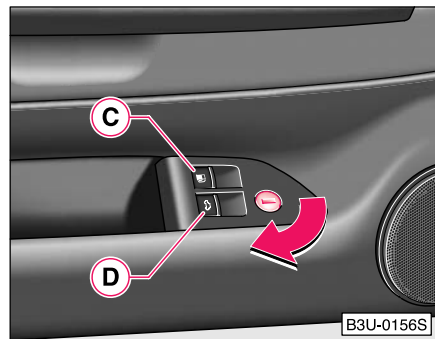

Fig. 24 Ușa conducător auto: manete deschidere capac portbagaj și capac rezervor combustibil
- Trageți maneta deschidere capac rezervor combustibil **C** ⇒ Fig. 24.
- Trageți maneta deschidere capac portbagaj **C** ⇒ Fig. 24.
- Rotiți cheia principală sau cea de urgență în yală, în direcția indicată de săgeată ⇒ Fig. 24.